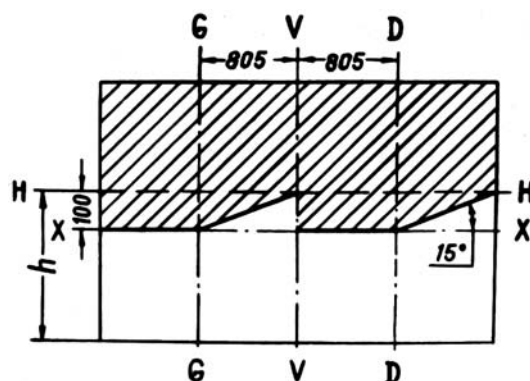

Рис. 7.2. Разметка экрана для регулировки фар:
1. Установить ненагруженный автомобиль на расстоянии 10 метров от экрана, на котором сделана разметка в соответствии с рис. 7.2. Ось автомобиля должна быть перпендикулярна экрану.
5. Включить ближний свет и, закрыв одну из фар, отрегулировать другую регулировочными винтами так, чтобы световое пятно располагалось, как показано на рис. 7.2: